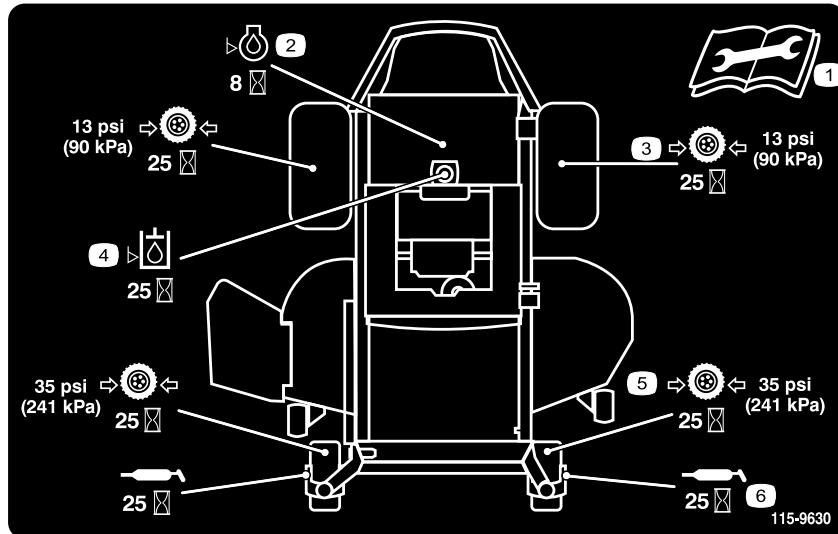
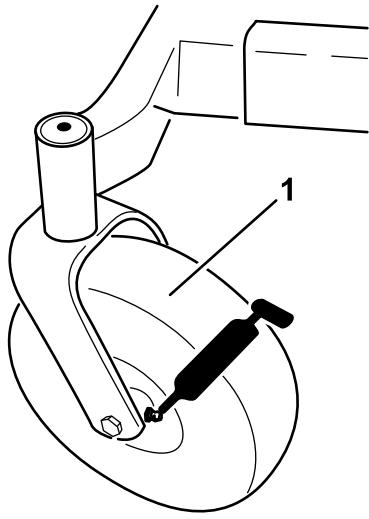

Bild 35
Bild 37
3. Reinigen Sie die Schmiernippel (Bild 37 und Bild 35) mit einem Lappen. Kratzen Sie bei Bedarf Farbe vorne von den Nippeln ab.
4. Setzen Sie die Fettpresse nacheinander an allen Nippeln an (Bild 37 und Bild 35). Fetten Sie die Nippel, bis das Fett beginnt, aus den Lagern auszutreten.